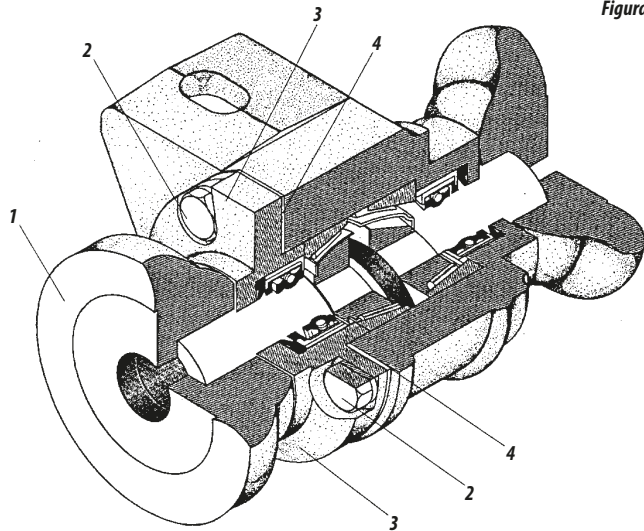

Figura 22
- Retirar a arruela item 1, figura 22.
- Soltar os parafusos item 2 e retirar a tampa item 3.
- Retirar 1 ou 2 juntas item 4, da tampa do mancal.